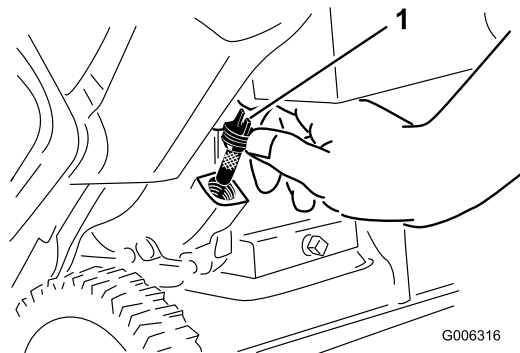

图30
6. 清洁加油盖附近的区域（图30）。
7. 拧松并取出加油盖（图30）。